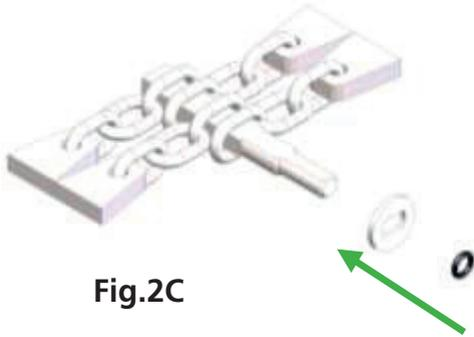

Fig.2C
- 4 - Positionner la rondelle puis le joint. Si nécessaire, remplacer la rondelle et le joint. (Fig. 2C)